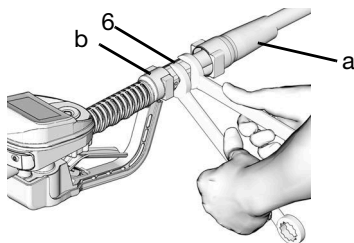

FIG. 9
2. Skjut svivelhysan (a) bakåt, över slangen, med den mindre änden först för att komma åt svivelkopplingen (6) (FIG. 9).
3. Applicera gängtätning på slangkopplingarnas hangångor. Gänga in slangkopplingen (b) i doseringsventilens svivel (6). Använd två skiftnycklar för att dra åt ordentligt (FIG. 9).